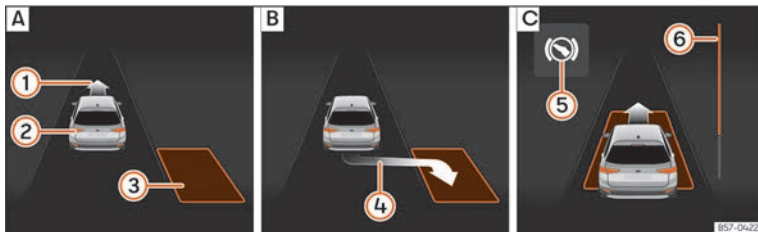
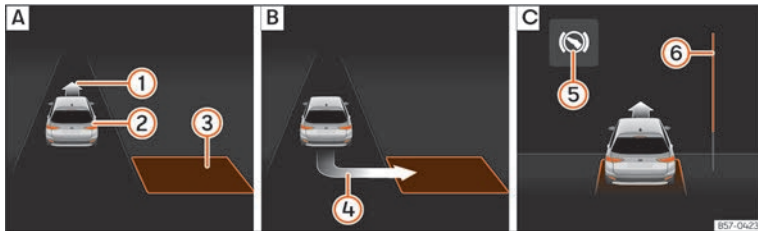

Abb. 128 Am Bildschirm des Kombi-Instruments: längs einparken. **A**: Parklücke suchen. **B**: Position zum Einparken. **C**: Rangieren.
Abb. 129 Am Bildschirm des Kombi-Instruments: quer einparken. **A**: Parklücke suchen. **B**: Position zum Einparken. **C**: Rangieren.
- Prüfen Sie anhand der Anzeige im Bildschirm des Kombi-Instruments, ob die Parklücke als „geeignet“ erkannt wurde und ob die korrekte Position zum Einparken » (Abb. 128) **B** oder
» (Abb. 129) **B** erreicht wurde. Die Parklücke wird als „geeignet“ betrachtet, wenn auf dem Bildschirm des Kombi-Instruments die Anzeige zum Einparken erscheint ④.
- Fahren Sie rückwärts, bis das Dauertonsignal des ParkPilot ertönt; **ODER:** fahren Sie zurück, bis auf dem Bildschirm des Kombi-Instruments die Anzeige für Vorwärtsfahren »» (Abb. 128) ⑥ oder »» (Abb. 129) ⑥ erscheint; **ODER:** fahren Sie zurück, bis am Bildschirm des Kombi-Instruments die Meldung **Park Assist beendet** erscheint. Die Fortschrittsanzeige ⑥ zeigt den zurückzulegenden Abstand an.
- Treten Sie auf das Bremspedal, bis die Lenkbewegungen des Parklenkassistenten beendet sind; **ODER:** bis das Symbol ⑤ am Bildschirm des Kombi-Instruments erlischt.
- Fahren Sie vorwärts, bis das Dauertonsignal des ParkPilot ertönt; **ODER:** fahren Sie vorwärts, bis am Bildschirm des Kombi-Instruments die Anzeige zur Rückwärtsfahrt erscheint. Der Parklenkassistent lenkt das Fahrzeug so lange beim Vorwärts- und Rückwärtsfahren, bis das Fahrzeug gerade in der Parklücke steht »» (Abb. 128) ⑥ bzw. »» (Abb. 129) ⑥.
Die Fortschrittsanzeigen »» (Abb. 128) ⑥ und »» (Abb. 129) ⑥ am Bildschirm des Kombi-Instruments zeigt symbolisch die noch zu fahrende relative Fahrstrecke an. Je länger die Distanz ist, desto größer ist der Füllstand des Fortschrittsbalkens. Bei Vorwärtsfahrt nimmt die Füllung des Fortschrittsbalkens nach oben ab und bei Rückwärtsfahrt nimmt die Füllung des Fortschrittsbalkens nach unten ab.